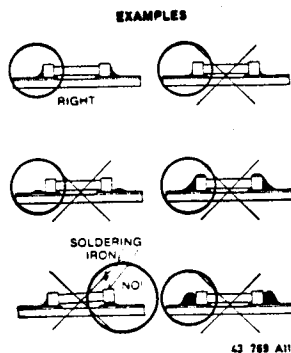

Fig. 6
- Die Lötzinmenge muss der Grösse der Lötfläche entsprechen. Bei einer zu grossen Menge kann das SMD reissen, oder die Lötflächen können von der Printplatte losgezogen werden (siehe Bild 6).